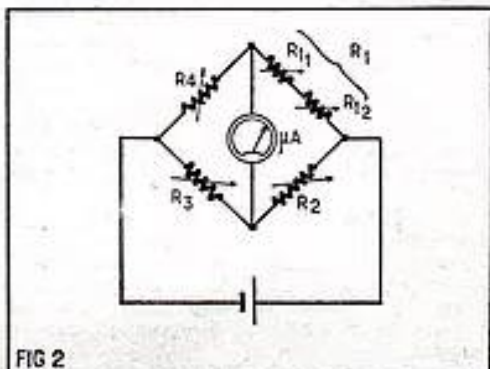

FIG 2
$R_1 = \frac{R_2}{R_3} (1)$. Cette égalité nous fait déjà facilement entrevoir le fonctionnement de l'appareil : en effet $\frac{R_2}{R_3}$ n'est rien d'autre que la division de R_2 par R_3 ; d'autre part (1) peut encore s'écrire : $R_1 \times R_3 = R_2 \times R_4$ et de même chacun voit que $R_1 R_3$ est la multiplication de R_1 par R_3 . Reste l'addition et la soustraction : comment y parvenir à partir d'une proportion ? La solution s'impose : il faut diviser une résistance en deux : par exemple R_1 qui sera la somme de deux résistances R_{11} et R_{12} (fig. 2) ; la soustraction, opération inverse de l'addition, s'obtient en appliquant le procédé opposé comme on le verra plus tard.
Occupons-nous de la première opération envisagée : la division $x : y$ ou $\frac{x}{y}$. Les résistances fixes de la figure 1 sont remplacées par des résistances ajustables (fig. 2). Puisque $\frac{R_1}{R_3} = \frac{R_2}{R_4}$ on voit que si on donne à R_1 (c'est-à-dire à $R_{11} + R_{12}$) la valeur x et à R_3 la valeur y , le résultat de la division est $\frac{R_2}{R_4}$, ou R_2 si on fait $R_4 = 1$: en pratique cela revient donc à donner les valeurs fixées à R_1 , R_3 et R_4 et à régler R_2 de façon à ramener à zéro l'aiguille du microampèremètre : la valeur de R_2 obtenue sera le quotient cherché. Revenons encore un peu à R_2 : nous l'avons faite égale à 1, ci-dessus, mais en règle générale sa valeur devra être une puissance de 10 ($1 = 10^0$) : la proportion (1) devient dans ce cas $\frac{x}{y} = \frac{R_2}{10^n}$ qui peut encore s'écrire $\frac{x 10^n}{y} = R_2$ (2) ou $\frac{x}{y 10^n} = R_2$ (3) et l'utilité de $R_3 = 10^n$ apparaît : si R_1 (c'est-à-dire x) ne va que jusqu'à 100 000 Ω et qu'il faut, par exemple, faire la division $\frac{128509}{3231}$,